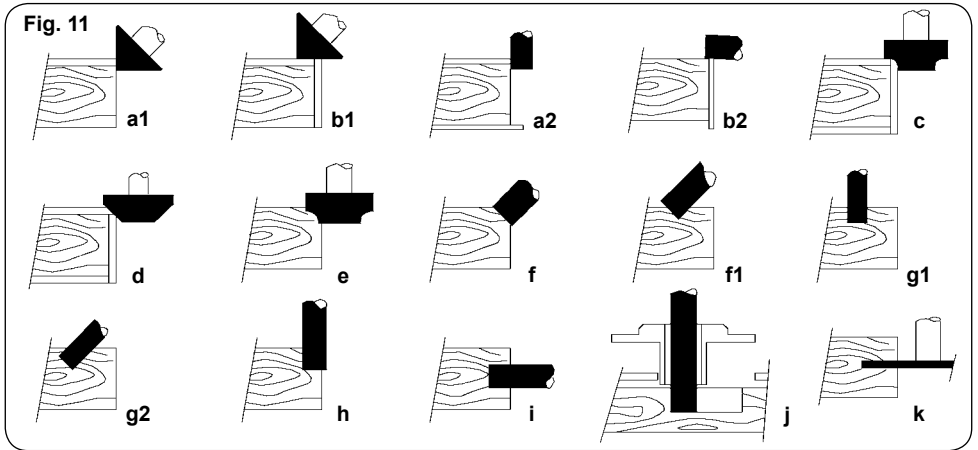

Fig. 11
**Perfilado del recubrimiento de una superficie (Fig. 11-a1), y (Fig. 13):**